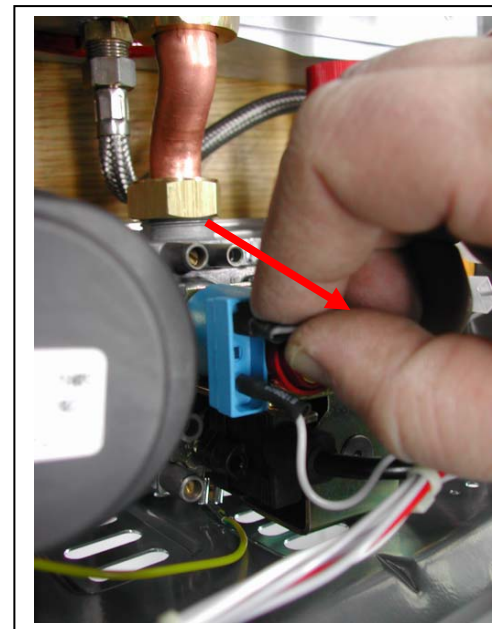

Рисунок 50
- ❑ Отсоедините один провод от катушки газового клапана (Рисунок 50).